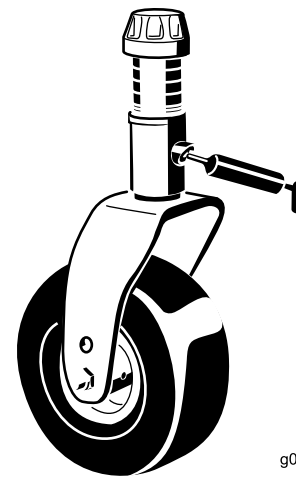

Figura 83
- Um casquilho de eixo da forquilha da roda giratória (Figura 83)